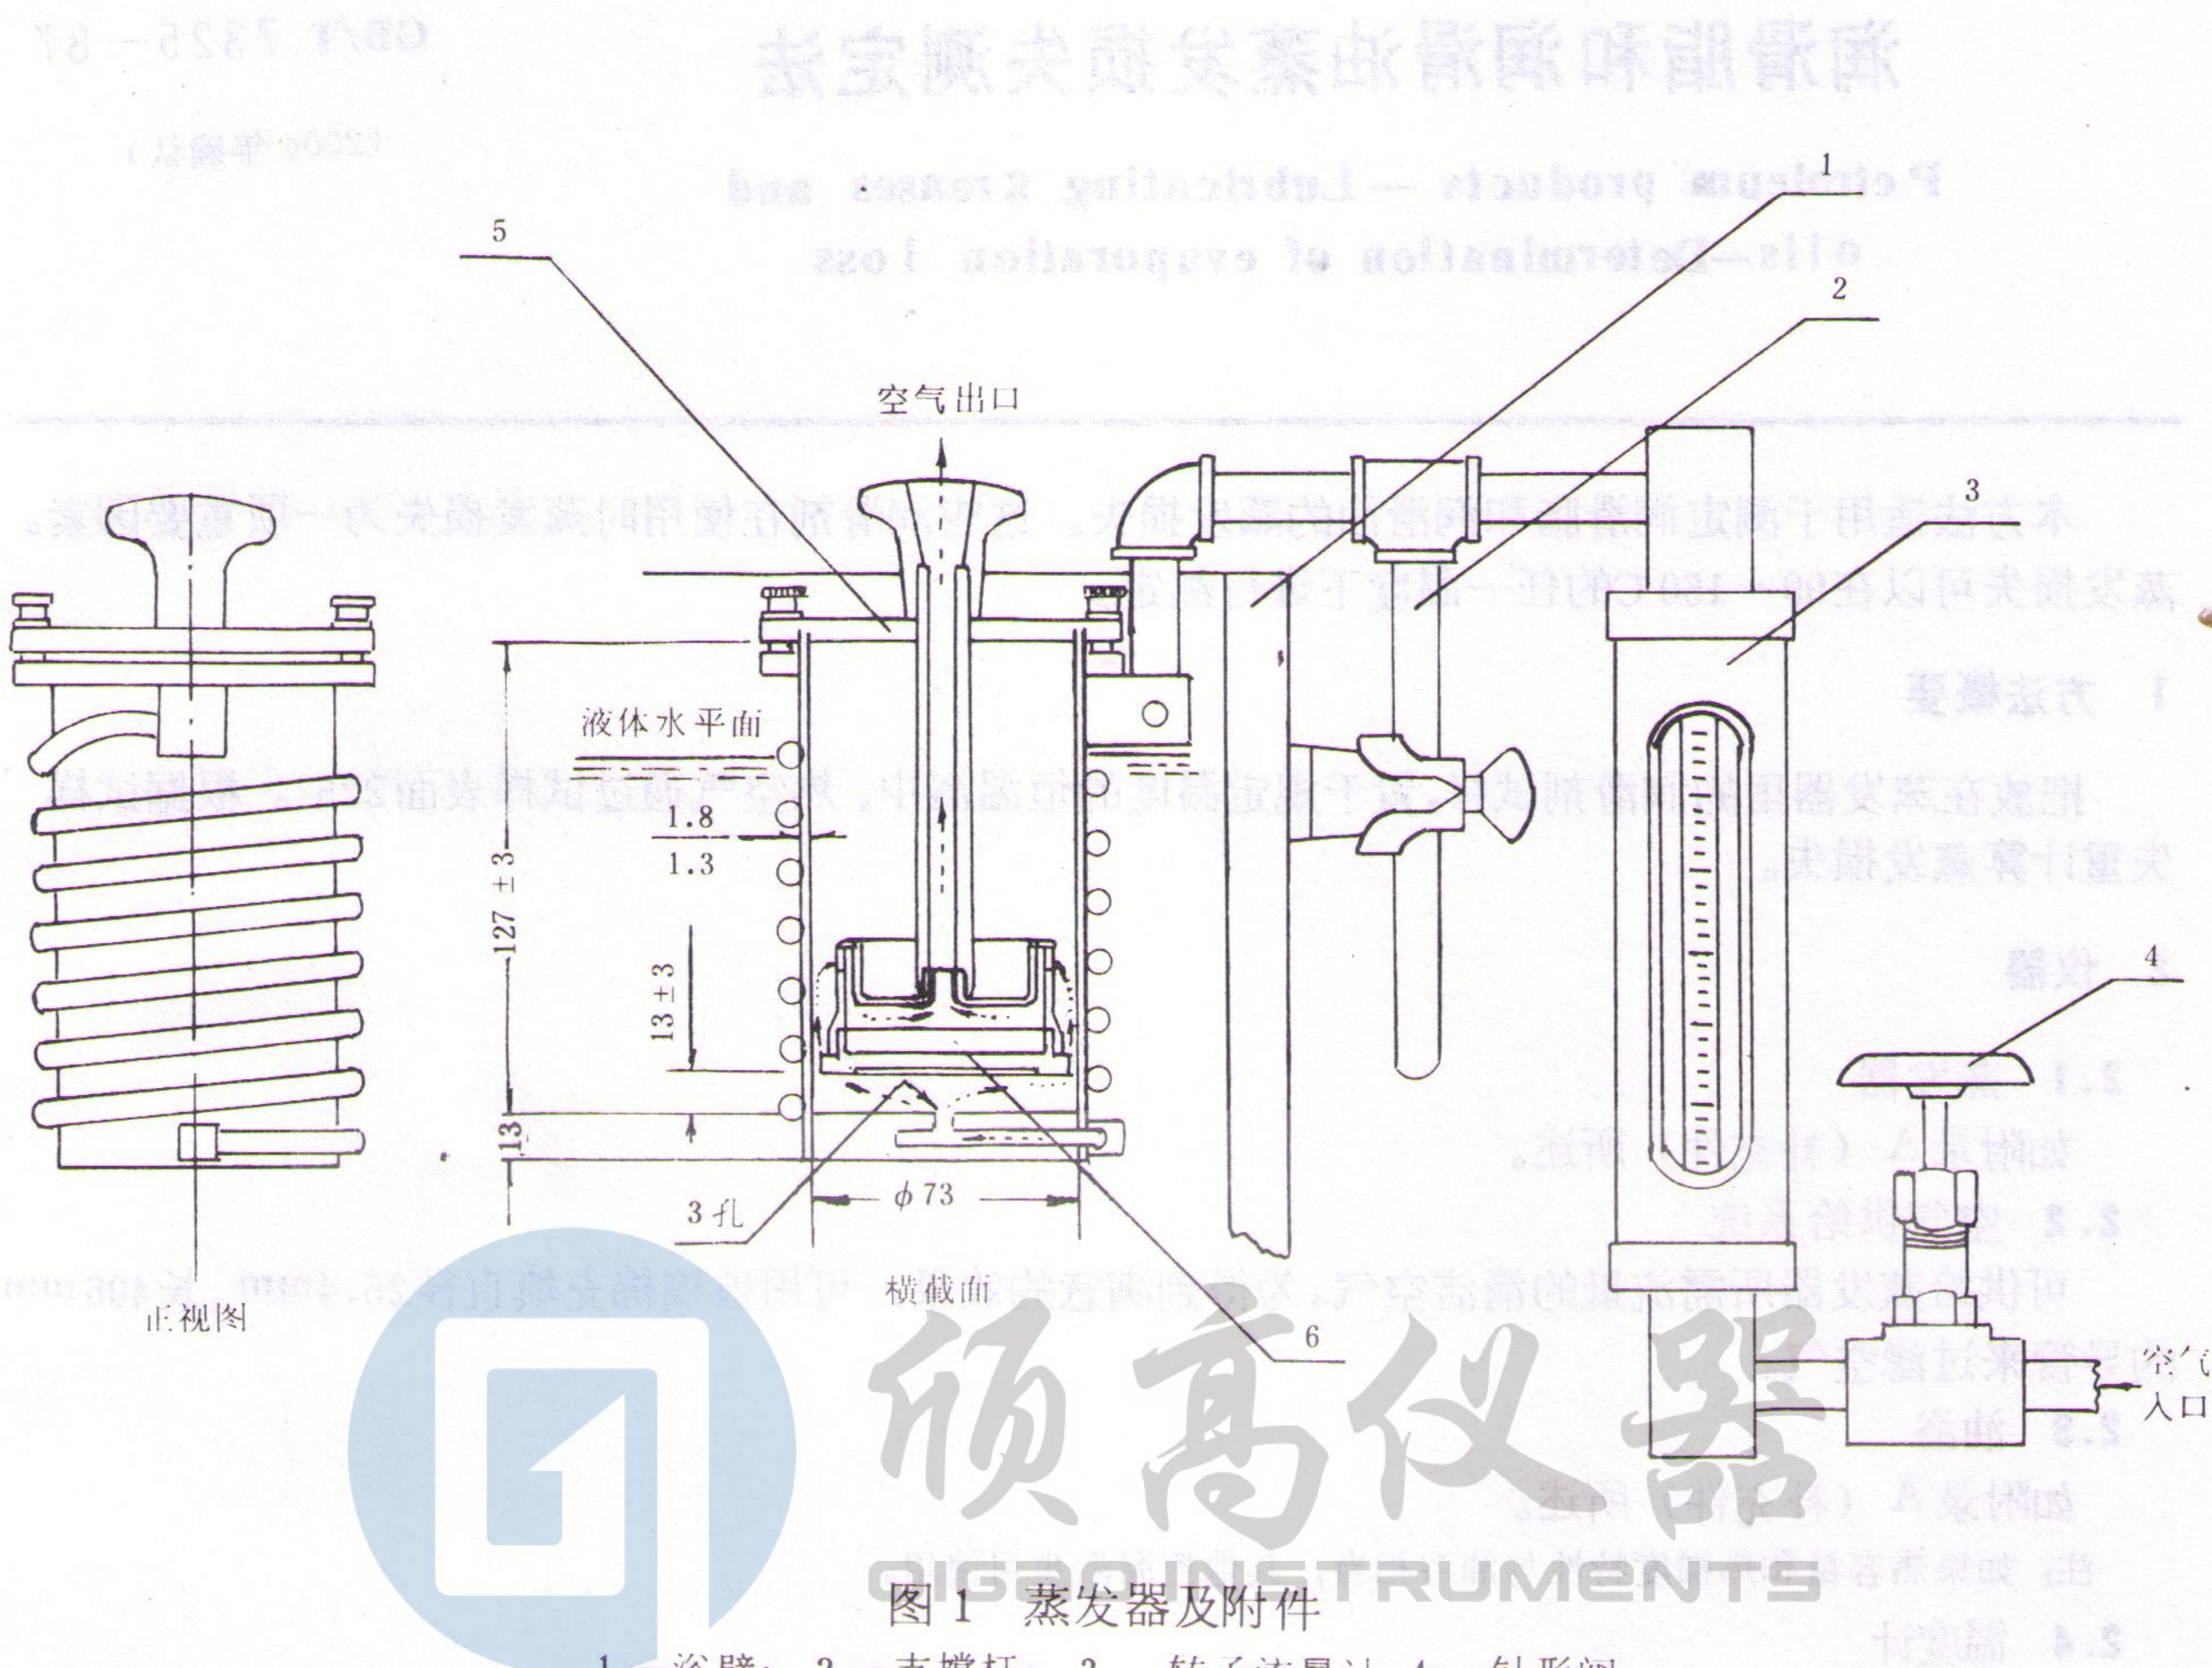

图1 蒸发器及附件
经校正的转子流量计，于15~30℃以 $2.58 \pm 0.02\text{g}/\text{min}$ 的速率供应空气（在标准温度和标准压力下为 $2\text{L}/\text{min}$ ）。流量计应如图1所示，装有针形阀。
**3.2** 盖上盖子（不装罩子和试样杯），将蒸发器浸入恒温浴中使其达到试验温度（控制到 $\pm 0.5^\circ\text{C}$ ），如图 1 所示。在开始试验前，让蒸发器在恒温浴中至少保持 30 min，在此期间，使干净的空气以规定的速度  $2.58 \pm 0.02 \text{ g/min}$ （在标准温度和标准压力下为  $2 \text{ L/min}$ ）流过蒸发器，空气流速通过转子流量计指示。然后取掉盖子，把称量过的罩子和脂杯拧上，再盖上盖子，上紧三个滚花的顶盖，封严螺丝以防空气从盖下漏泄。干净的空气通过蒸发器  $22 \text{ h} \pm 5 \text{ min}$ 。